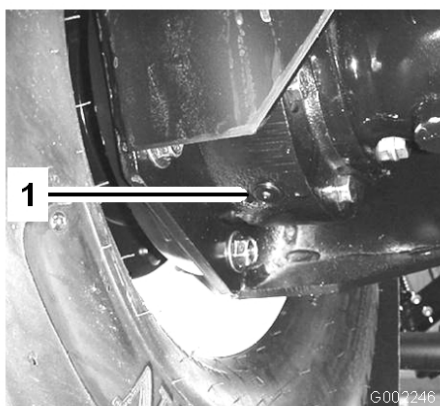

Bild 48
4. Stellen Sie eine Wanne unter die innere Ablassschraube und nehmen Sie sie ab (Bild 48).